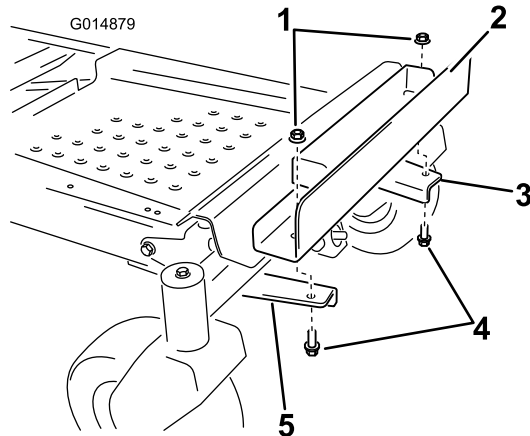

Figure 8
5. Montez le support de fixation de masse sur les supports de montage (Figure 8). Alignez les trous intérieurs du support sur les supports de montage montés précédemment. Veillez à bien centrer le support sur le bâti. Fixez avec les deux boulons (3/8 x 1 pouce) et les deux contre-écrous (3/8 pouce).